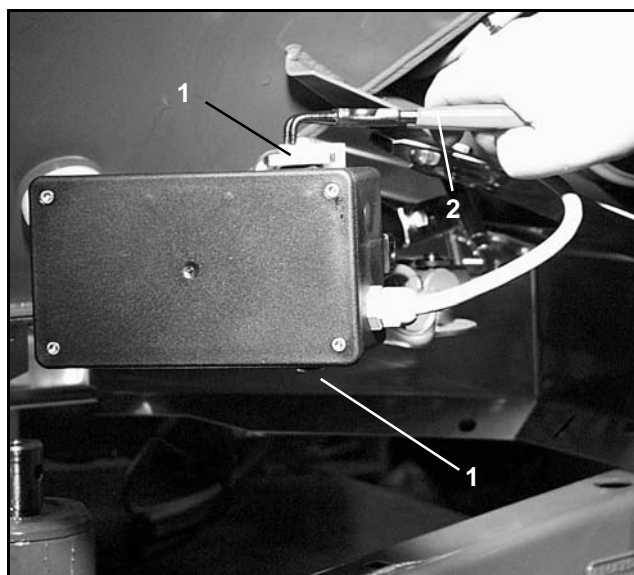

Fig. 5
- Begge låse clips (Fig. 5/1) fjernes med låserings tang (Fig. 5/2).